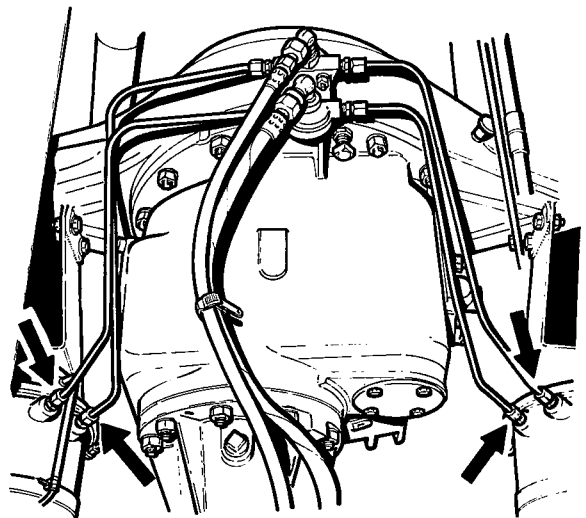

Fig. 1
- Maak de luchtleidingen van de veerremcilinders los (fig. 1).